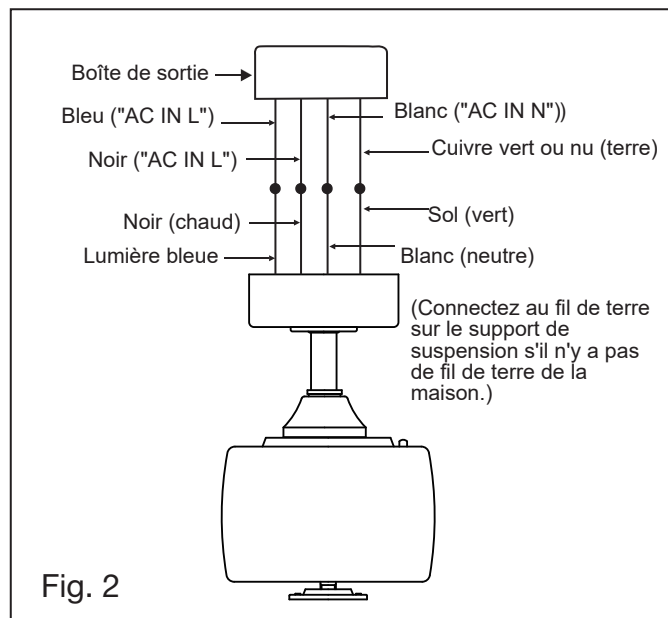

Fig. 2
- 3 Desserrez les deux vis de réglage de sécurité et retirez la goupille de tige de descente au lieu de la goupille d'attelage de l'accouplement sur le dessus de l'assemblage du moteur. (Fig. 2)
- 1 Connectez le fil d'alimentation du ventilateur (noir) au fil d'alimentation domestique noir comme illustré à la Figure 2.
- 2 Connectez le fil d'alimentation du ventilateur (bleu) au fil d'alimentation domestique bleu comme illustré à la Figure 2.
- 3 Connectez le fil neutre du ventilateur (blanc) au fil blanc neutre du foyer (Figure 2).
- 1 Retirez l'une des trois vis de la plaque d'adaptation située sur le moteur du ventilateur. Desserrez les 2 autres vis. (Ne pas retirer) (Fig.2)
- 2 Tout en maintenant l'assemblage LED sous votre ventilateur, effectuez les connexions polarisées: (Fig.2)